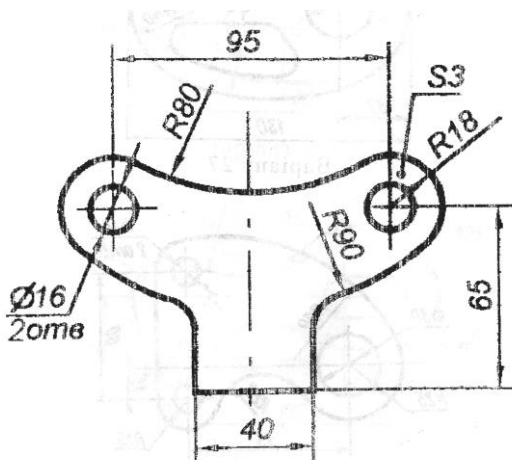

Рис. 1 - Креслення плоскої деталі
1.Зобразимо в ізометричній прямокутній проекції трикутник, вершини якого задані координатами точок  $A(6,7,3)$ ,  $B(4,1,9)$ ,  $C(2,4,1)$  (рис.1).
Виконати побудову креслення плоскої деталі відповідно варіанту завдання на прикладі побудови креслення плоскої деталі (рис. 1) за допомогою графічного пакета AutoCAD.
5.4. За допомогою панелі інструментів Розміри здійснюється розстановка розмірів креслення (рис.1).